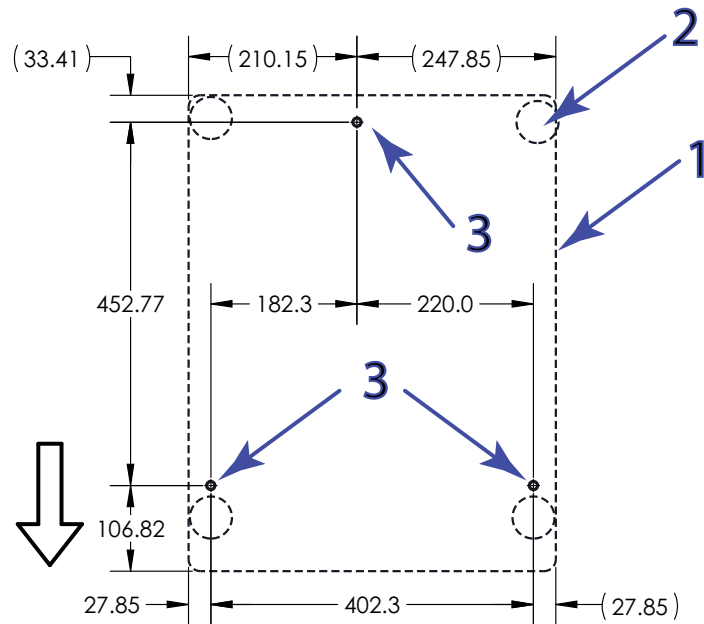

Abbildung 12. Lage der Verankerungspunkte (Ansicht von oben)
Legende für Abbildung 12
1. Siehe Abbildung 12 auf Seite 61 und bohren Sie an den entsprechenden Stellen Löcher in den Tisch, die mit den Verankerungspunkten auf dem Sockel des Prüfrahmens übereinstimmen. Bohrungen mit einem Durchmesser von 15 mm (0.59 Zoll) werden empfohlen.